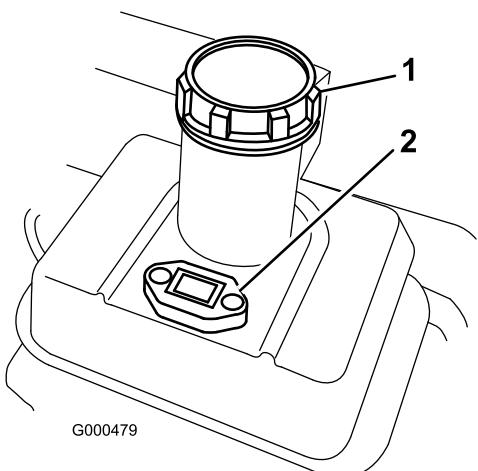

図 21
- 燃料キャップ（図 21）の周囲をきれいに拭いてキャップ外す。無鉛ガソリンをフィルタ・スクリーンの下まで給油する。入れすぎないこと。